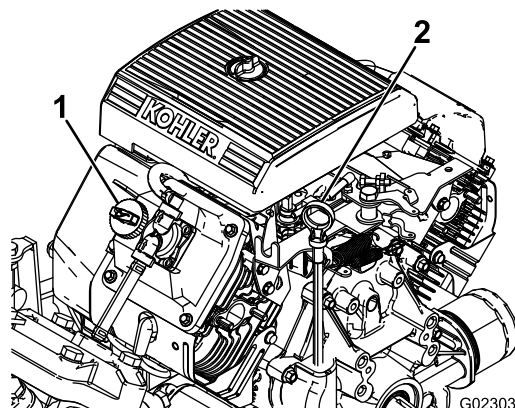

Рисунок 11
2. Выньте масломерный щуп и протрите его чистой ветошью (Рисунок 11).
4. Если уровень масла низкий, снимите крышку заливной горловины с крышки клапана (Рисунок 11) и **ЗАЛЕЙТЕ МАСЛО В ОТВЕРСТИЕ ДО ОТМЕТКИ FULL (Полный) на щупе; см. ПРАВИЛЬНЫЙ ТИП И ВЯЗКОСТЬ МАСЛА в . Замена масла в двигателе \(страница 53\)**